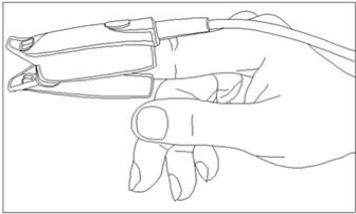

Figura 1 Sensore a clip da dito
7. Per utilizzare il sensore SpO₂ a clip da dito per adulti, inserire un dito (è preferibile il dito indice, ma il medio o l'anulare con una lunghezza adeguata dell'unghia vanno bene) nel sensore secondo il simbolo sulla clip del sensore, come mostrato nella Figura 1.